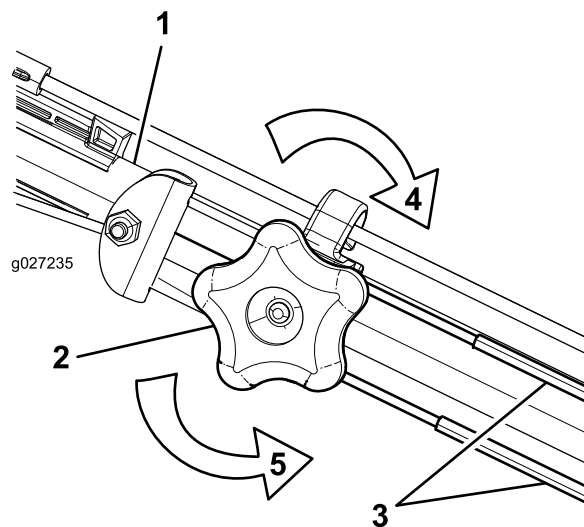

Рисунок 36
1. Поверните ручку регулировки против часовой стрелки, чтобы ослабить затяжку троса (Рисунок 36).
2. Отрегулируйте натяжение тросов (Рисунок 36), потянув их назад или вперед, затем удерживайте в этом положении.